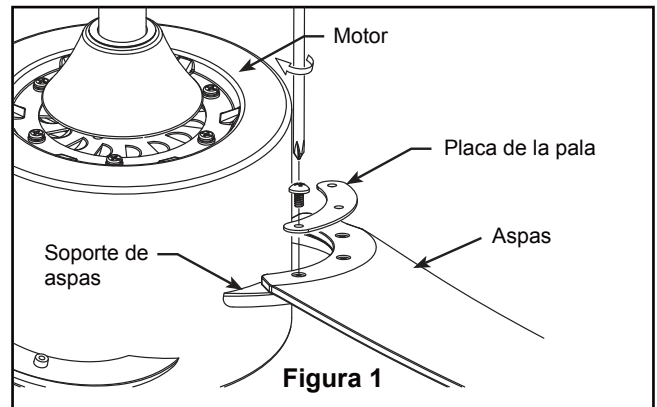

Figura 1
1. Instale la cubierta rotando la ranura clave en la cubierta sobre el tornillo de hombro del soporte del gancho, teniendo cuidado de no pillar los cables. Fije el tornillo de hombro. Instale adecuadamente y fije el segundo tornillo de hombro que fue anteriormente guardado. (Figura 1)
1. Coloque la pala sobre la sujeción de palas de la unidad del motor mostrando los postes roscados. Asegúrese que el borde inferior de la pala esté completamente colocada en la sujeción de palas. Coloque la placa de la pala sobre la pala con los orificios alineados e instale la pala en la sujeción de palas del motor usando tornillos de cabeza dentada 3/16"-24. (Figura 1)
1. Retire uno de los tres tornillos en la placa del adaptador en la parte inferior del ensamble del motor, guárdelos para después y afloje ligeramente los dos tornillos restantes. (Figura 1)